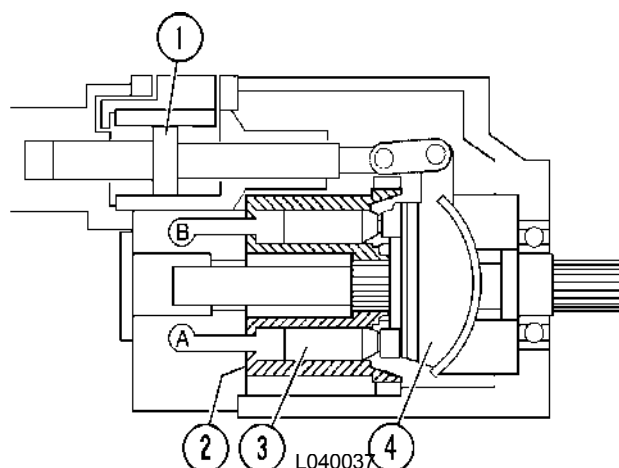

FIGURA 4-14. BOMBA EN POSICIÓN NEUTRO
La posición neutro (Figura 4-14) se produce cuando el pistón de control (1) centra el bloque de sujeción (4). El ángulo del bloque de sujeción ahora es cero y su cara está paralela a la cara del cilindro. Por lo tanto, no hay movimiento ni hacia dentro ni hacia fuera de los pistones (3) de la bomba, a medida que las zapatas del pistón giran alrededor de la cara del bloque de sujeción. La falta de movimiento hacia dentro y hacia fuera hace que no haya desplazamiento de fluido desde las perforaciones del pistón a las media lunas en la placa de válvula y, por lo tanto, no hay entrega desde los puertos de la bomba.